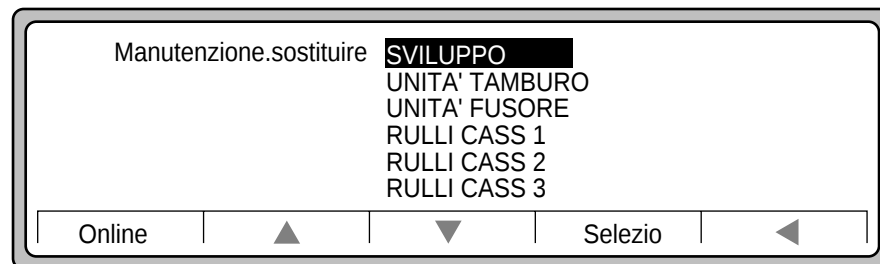

Figura 4-11 Opzioni di sostituire
4. Usare ► per visualizzare le opzioni relative a sostituire, come mostrato nella Figura 4-11. Adesso è selezionata l'opzione sviluppatore.